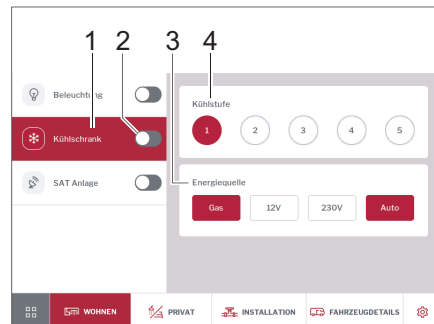

Fig. 261 Frigorífico
- Encender o apagar el frigorífico con el interruptor deslizante (Fig. 261,2).
- Tocar en la opción *Frigorífico* (Fig. 261,1).
En el panel de control se pueden ajustar los niveles de refrigeración (Fig. 261,4) y la fuente de energía (Fig. 261,3).